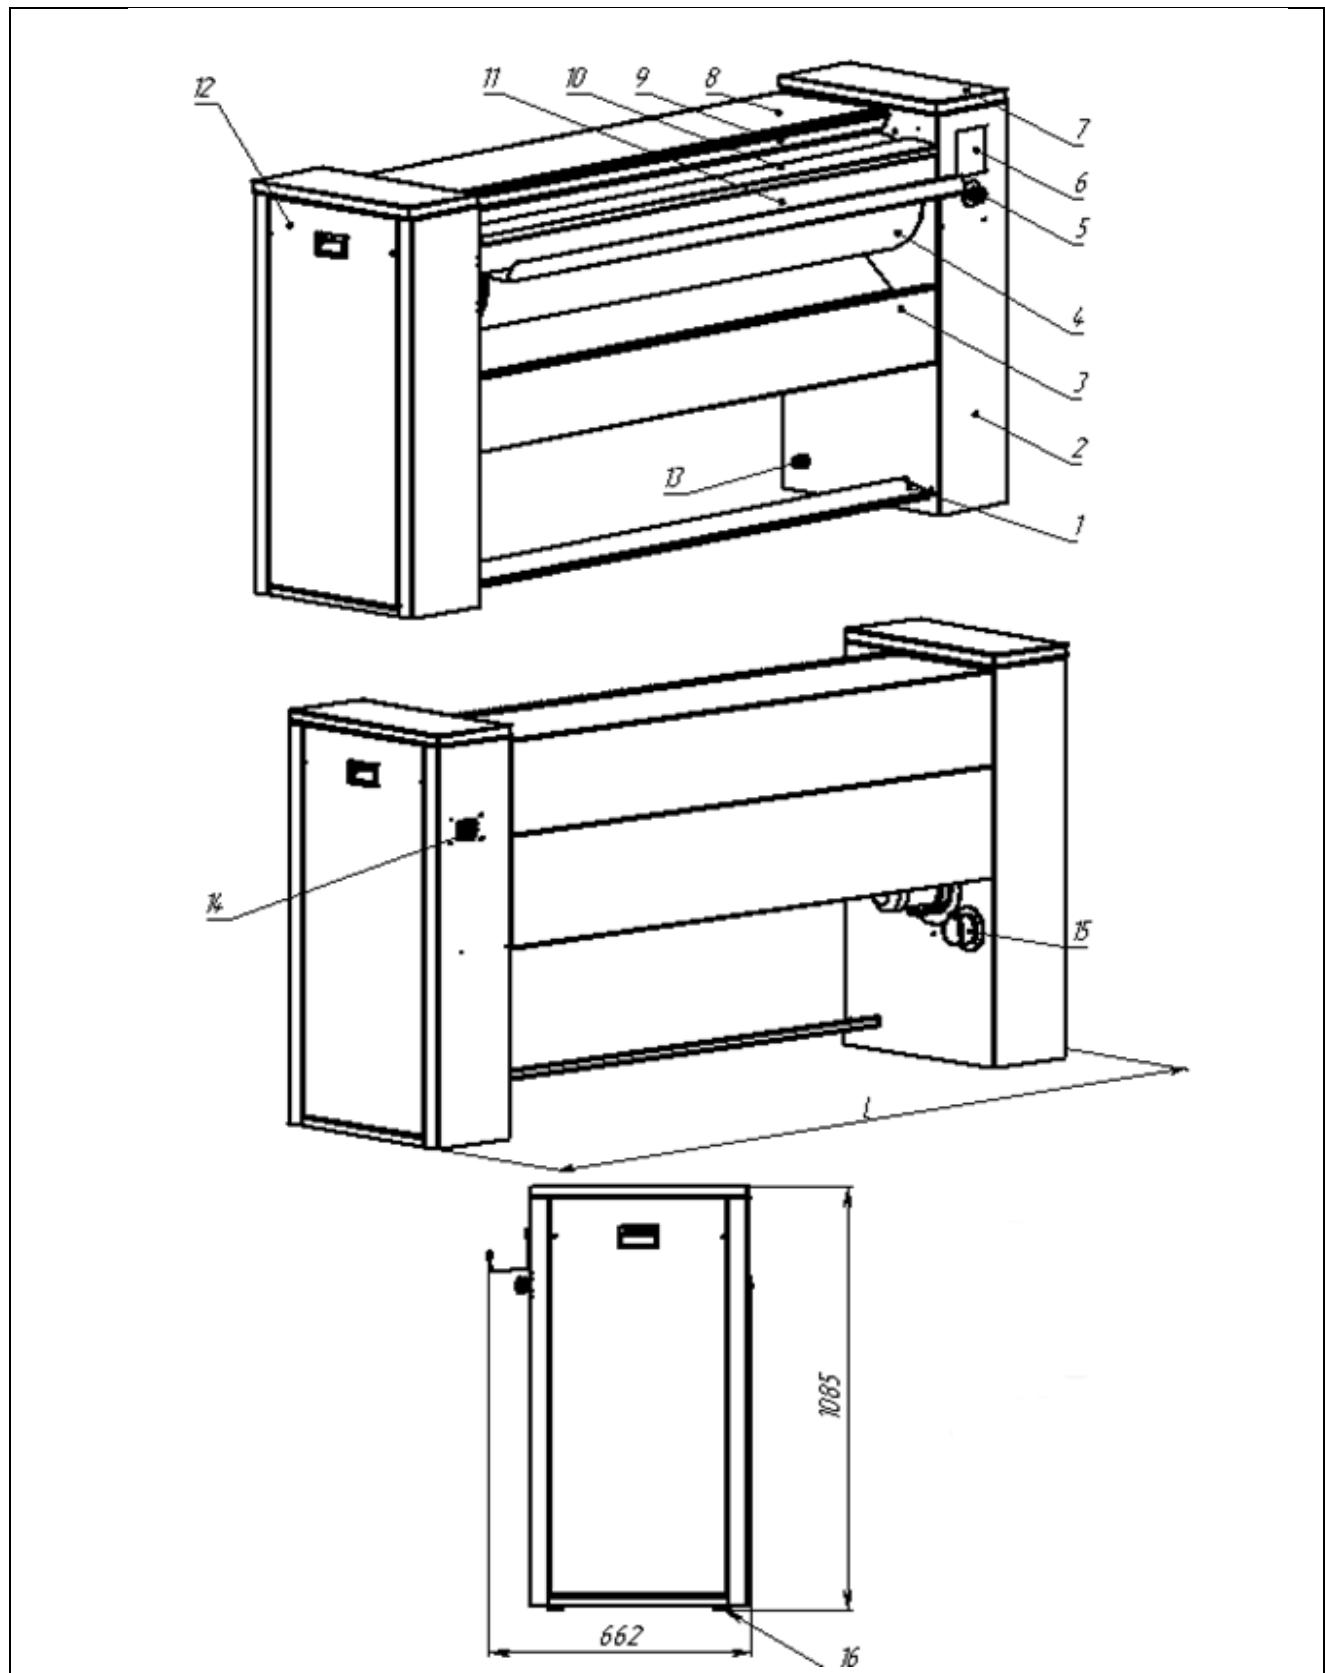

Рисунок 1.
- 1. Выключить автоматический выключатель 14(см. рис. 1)**
- ❖ Включите автоматический выключатель 14 (см. рисунок 1.)
- ❖ Отключите напряжение питания при помощи автоматического выключателя 14 (см. рисунок 1).